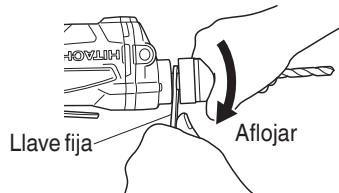

Fig. 3
- (4) Si no consigue aflojar el manguito, fije el husillo utilizando una llave fija, sujeté el manguito firmemente y gírelo en la dirección de aflojamiento (en sentido contrario a las agujas del reloj visto desde adelante). (Fig. 3)